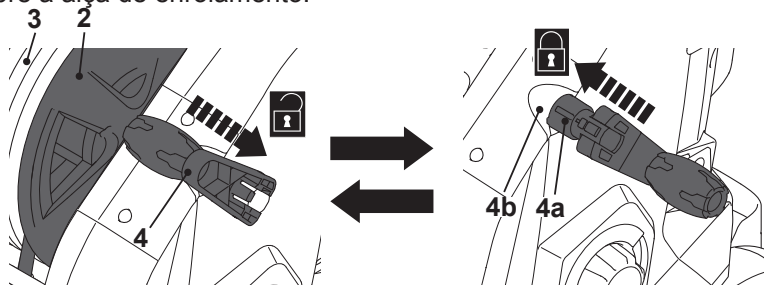

Fig. 15
1. Retire a alça de enrolamento (4) da carcaça e desdobre-a para destravar o carretel da mangueira (2) e a si mesmo (Fig. 15).
2. Retire a mangueira de pressão (3) do carretel da mangueira (2) para operação.
3. Gire a alça de enrolamento (4) no sentido horário para enrolar a mangueira de pressão (3) para armazenamento. Solte a pressão na mangueira antes de enrolar a mangueira: desligue o produto usando o botão de controle e pressione o gatilho da pistola até que a pressão seja emanda.